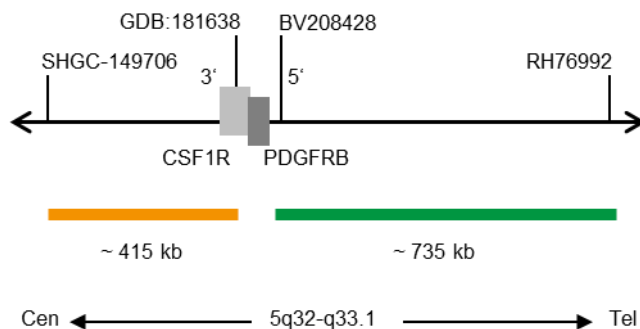

Abb. 1: SPEC PDGFRB Sondenlokalisation (nicht maßstabsgetreu)
- ZyGreen (Anregung 503 nm/Emission 528 nm) markierten Polynukleotiden (~10,0 ng/μl), die gegen Sequenzen in 5q32-q33.1* (chr5:149,548,518-150,285,722) gerichtet sind, welche distal zur PDGFRB-Bruchpunktregion lokalisiert sind (siehe Abb. 1).
- ZyOrange (Anregung 547 nm/Emission 572 nm) markierten Polynukleotiden (~4,5 ng/μl), die gegen Sequenzen in 5q32* (chr5:149,058,515-149,471,369) gerichtet sind, welche proximal zur PDGFRB-Bruchpunktregion lokalisiert sind (siehe Abb. 1).